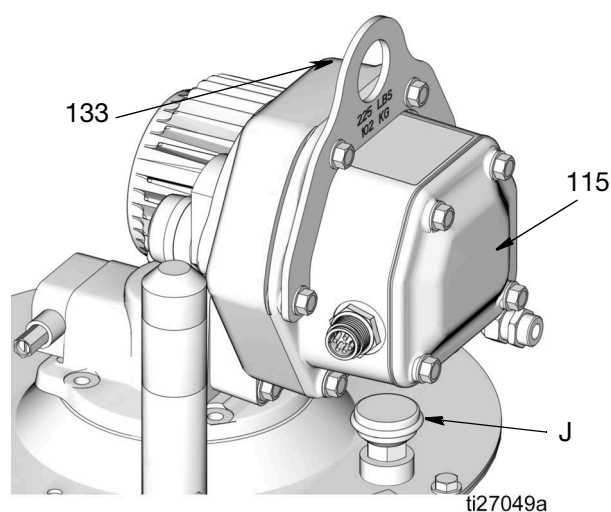

Рис. 9
ПРИМЕЧАНИЕ. Когда насос правильно установлен на баке от фирмы Graco, дыхательный клапан резервуара (J) будет находиться ниже блока управления (115), как показано на Рис. 9.